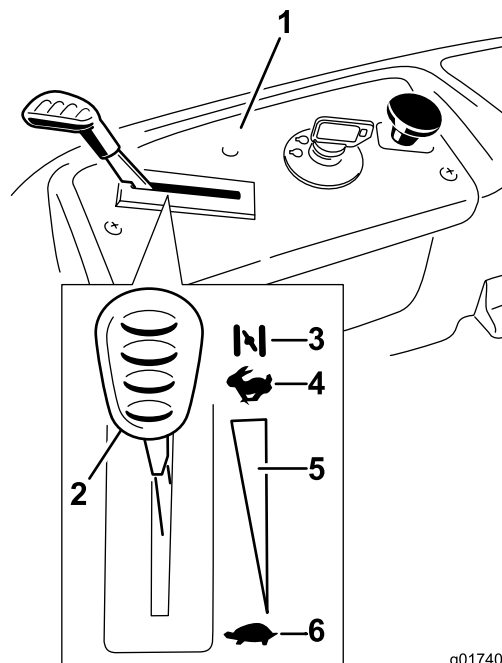

Figura 12
3. Mova a alavanca do acelerador para Ar antes de ligar o motor a frio (Figura 12).
5. Depois de o motor arrancar, mova a alavanca do acelerador para Rápido (Figura 12). Se o motor parar ou se engasgar, volte a colocar a alavanca do acelerador na posição Ar durante alguns segundos. Repita isto conforme necessário.
2. Mova a alavanca do regulador entre a posição intermédia e máxima (Figura 12).